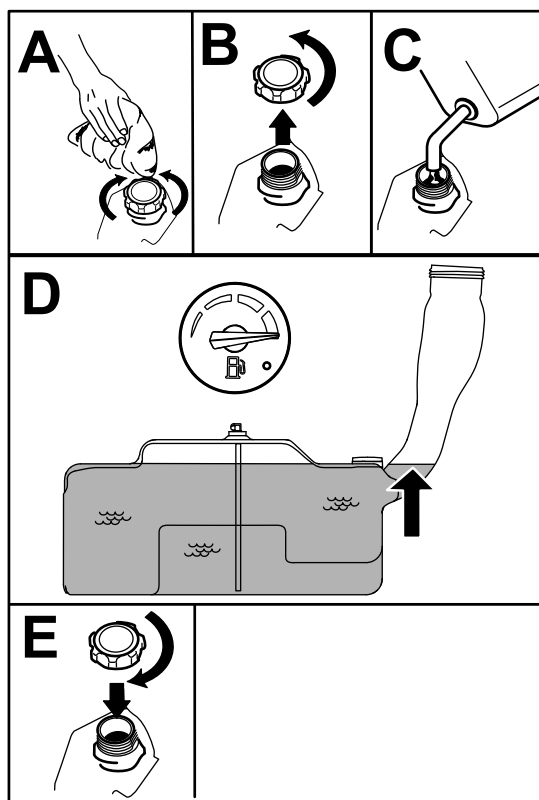

Figura 8
5. Llene el depósito de combustible hasta que el indicador de combustible llegue a la marca de lleno (Figura 8).